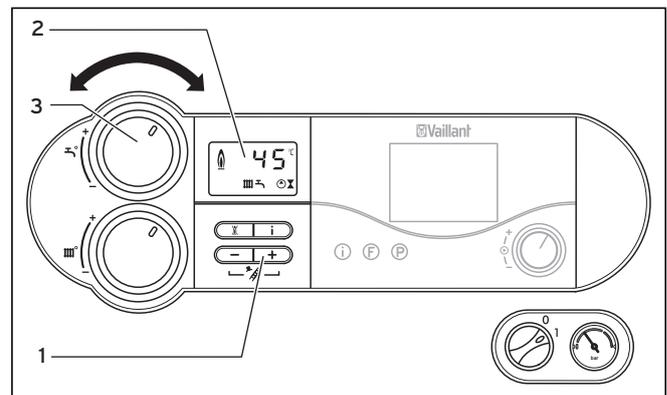

Abb. 4.6 Einstellung der Speichertemperatur
Bei Unterschreiten der eingestellten Speichertemperatur geht das Gerät selbsttätig in Betrieb und heizt den Speicher nach. Während der Speicherladung blinkt im Display (2) die Anzeige , siehe Abbildung 4.6.
- Drehen Sie hierzu den Drehknopf (3) zur Einstellung der Warmwassertemperatur auf Linksanschlag, siehe Abbildung 4.6. Die Solarfunktion wird deaktiviert, es bleibt eine Frostschutzfunktion für den Speicher aktiv.